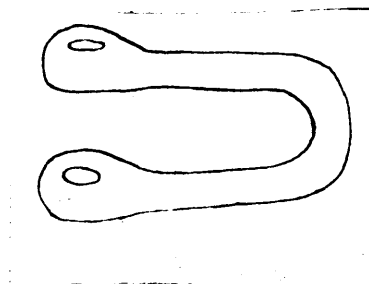

Figure 8.
7. Complete clevis. (Figure 8).